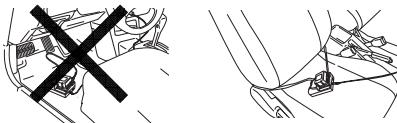

Fig. 14
- Fissate il caricatore in posizione nell'autovettura. Utilizzate la cinghietta in dotazione con il caricatore e fissatelo in posizione per impedire che si sposti inavvertitamente. (Vedere Fig. 14)